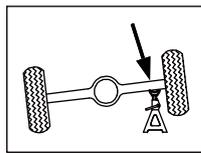

Figure 5
3. Retirer le poignée du cric du socket et utiliser l'entaille ; engager le poignée avec le soupape de décharge. Lentement tourner le soupape, ne dépasse 1/2 chaque tour (voir fig.5).
- ✓ Le cric est uniquement un appareil de levage, la charge doit être maintenue par d'autres moyens appropriés (voir Figure 5).